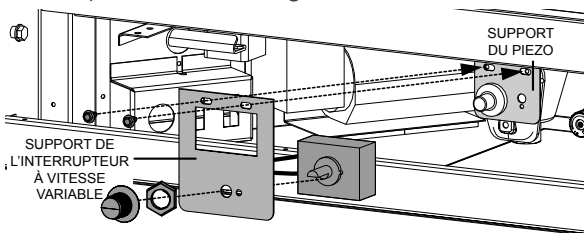

Fig. 3
- H. Installez le support IVV puis fixer en place utilisant les deux vis précédemment enlever, Figure 3. Pour installer l'IVV le support de l'interrupteur à vitesse variable doit être installé, enlever les deux vis du support du piezo.
- I. L'interrupteur à vitesse variable (IVV) doit être démonté pour fixer au support IVV pour l'installation. Placez l'IVV entre le support puis fixer utilisant le rondelle de blocage. Prenez le bouton de l'interrupteur et installez-le en position, voir la Figure 3.